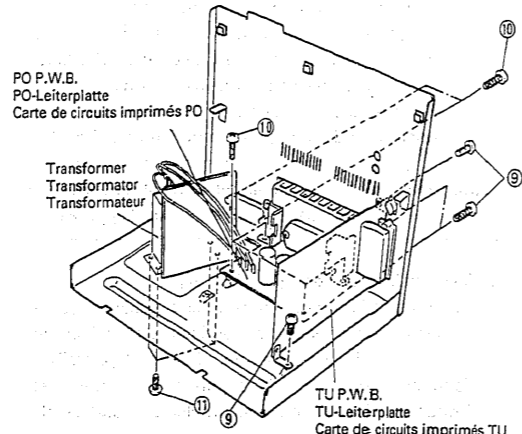

Fig. 6 Abb. 6 Fig. 6
9. Carte de circuits imprimés TU (Fig. 6)
10. Transformateur (Fig. 6)
11. Carte de circuits imprimés PO (Fig. 6)